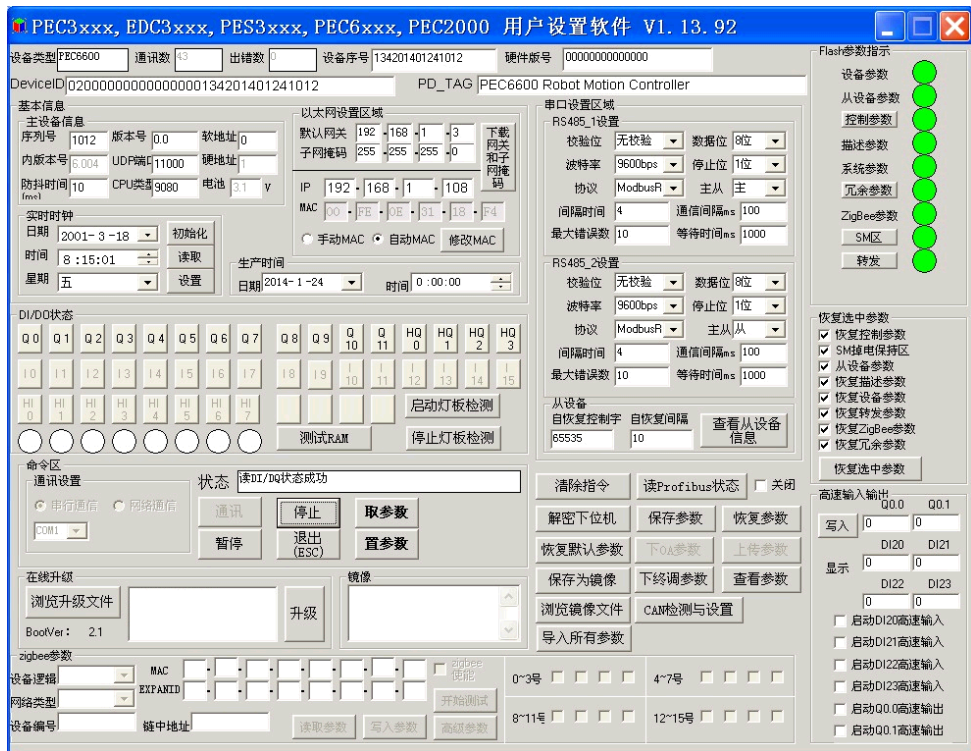

图 6-1-2 PEC6600 用户设置软件
(2) **启动设置软件：**启动 PEC6600 用户设置软件，进入如图 6-1-2 所示界面，单击“通信”按钮。设置软件连接控制器，读取控制器系统参数，进入参数设置状态。
(3) 参数设置： 点击“取参数”按钮，将控制器现在运行的参数显示在软件界面上。“置参数”按钮则将软件界面中的已经修改的参数下载至控制器中，完成对控制器系统参数的设置。“恢复默认参数”是将控制器的所有参数恢复至出厂的设置。